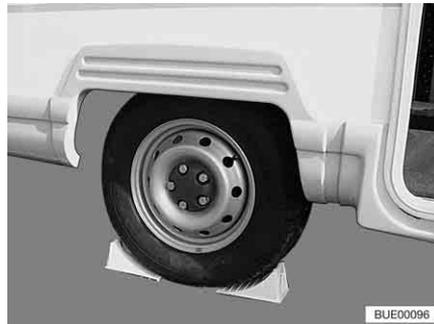

Fig. 210 Asegurar el vehículo
- Colocar las cuñas de calzo u objetos similares adecuados debajo de la rueda opuesta para asegurar el vehículo (Fig. 210).